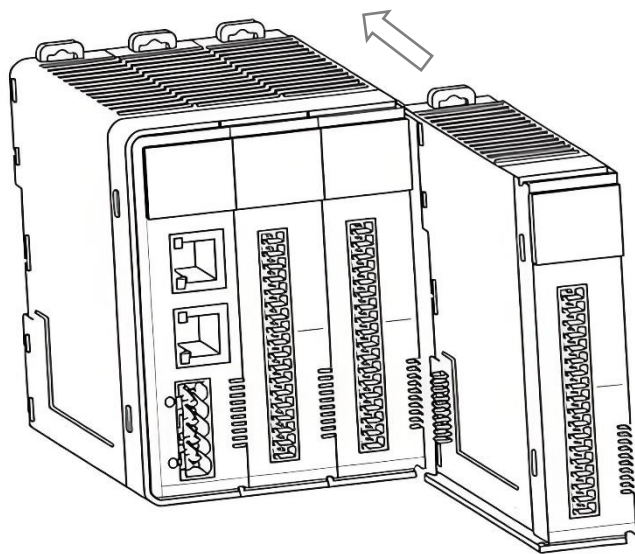

图 3-11 扩展 I/O 模块安装操作
- (4) 如图 3-11，将 ET 系列 I/O 模块沿着其左侧模块的导引槽垂直向下压入到底，然后将两侧的导轨卡扣向内侧推动，固定在导轨上；
- (5) 最后将 ET9000 终端盖板安装在末端的扩展 I/O 模块上；
- (6) 安装完毕后，建议将整个系统的两侧通过固定卡子进行锁附固定，避免